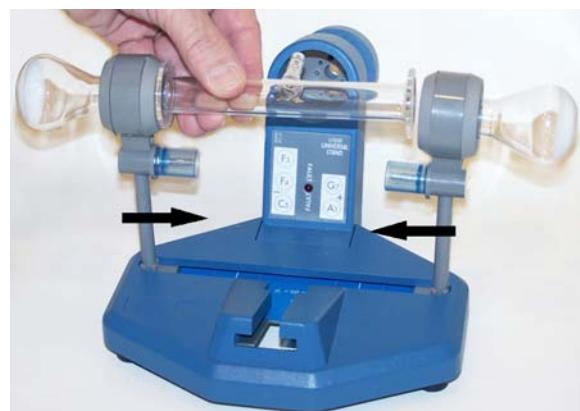

Fig. 3
- Placer le tube en verre dans le support. Pour garantir le maintien du tube en verre, déplacer les deux supports vers le centre (cf. Fig. 3).